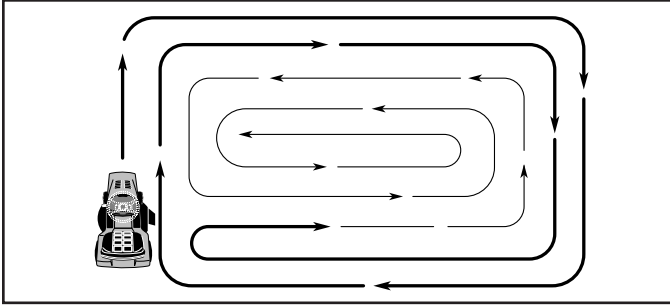

Fig. 17
- Al segar las área grandes, empiece girando a la derecha de modo que los recortes se descarguen, alejándose de los arbustos, cercos, entradas de automóviles, etc. Después de una o dos vueltas, siegue en la dirección opuesta, haciendo virajes a la izquierda, hasta que termine (Vea Fig 17).